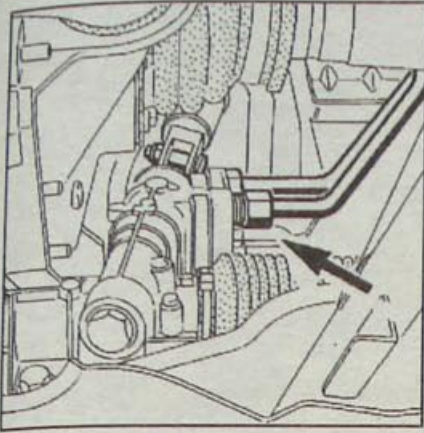

Рис. 4.15. Расположение шланга, через который необходимо слить жидкость из гидроусилителя руля
- Слейте рабочую жидкость из системы гидроусилителя рулевого управления, для чего приспособлением Dir. 1282-01 отсоедините шланг низкого давления от охладителя и шланг высокого давления (нижний шланг) усилителя рулевого управления от рулевого механизма (рис. 4.15). Примите меры против вытекания рабочей жидкости.